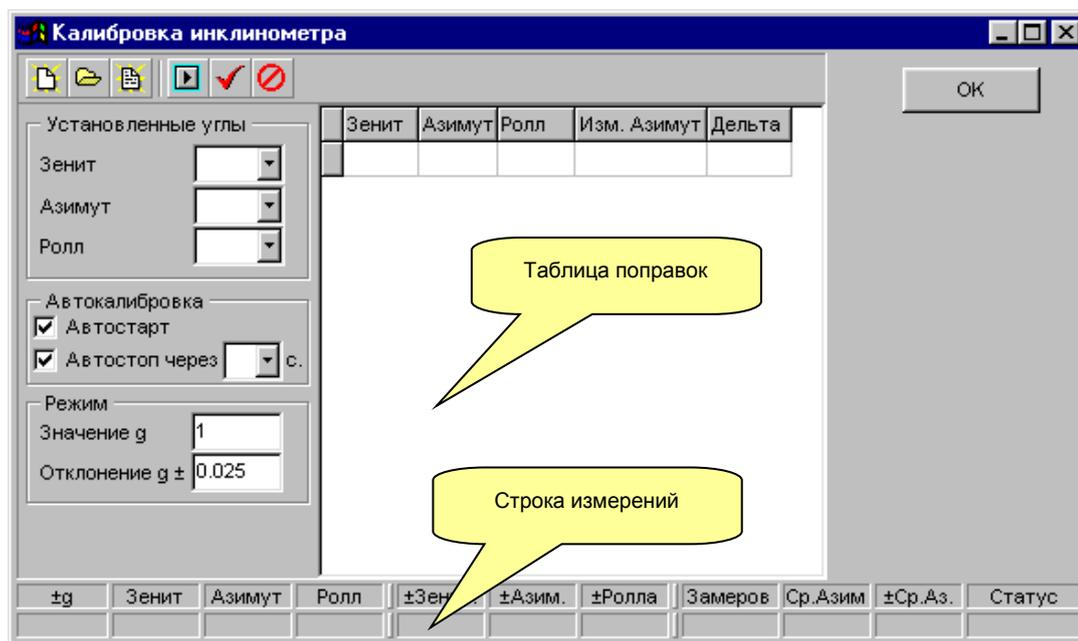

Рис. 1.14
2. Установите углы на инклинометрическом столе (рис.1.14).
Если лучшая - первая точка (максимальная скорость - в самом начале разгрузки), то рекомендуется увеличить нагрузку (уменьшить вес) (средний рисунок на рис.1.14).
Если лучшая - последняя точка, то рекомендуется уменьшить нагрузку (увеличить вес) (правый рисунок на рис.1.14).
Если лучшая - средняя точка – то определяется соответствующий оптимальный вес (левый рисунок на рис.1.14).